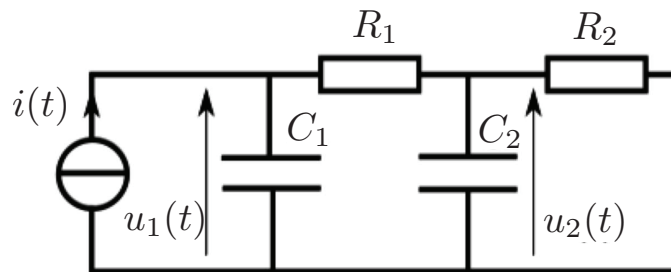

FIGURE 5 – Modèle électrique.
Dans l'approche électrique, la modélisation du système conduit au circuit électrique donné figure 5.
I.10.b. Modifier le schéma électrique de la figure 5 (page 5) et proposer les deux montages correspondants.